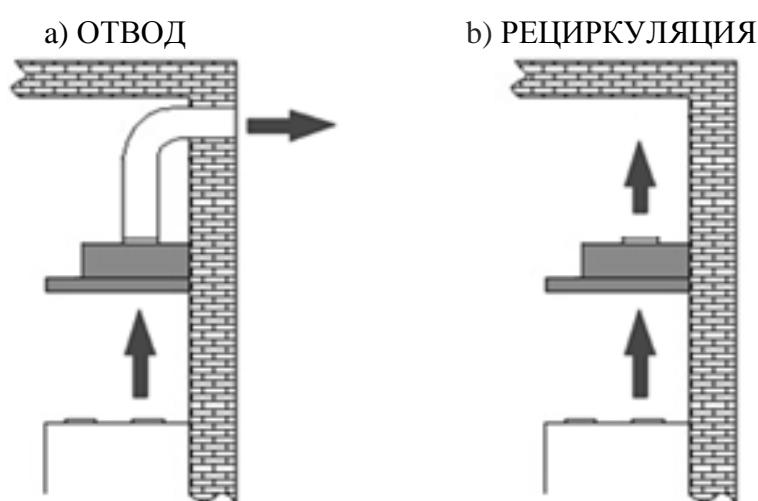

Рис. 7
1) Отвода (рис. 7а) – воздух удаляется из помещения через соединение вытяжки с вентиляционным каналом жестким пластиковым воздуховодом или гофрированным шлангом диаметром 120 мм. И, таким образом, все кухонные испарения, запахи, гарь и копоть, проходя через многоразовые алюминиевые жироулавливающие фильтры, выводятся за пределы помещения. При данном режиме работы нет необходимости устанавливать угольные фильтры. Режим отвода является наиболее эффективным, поскольку вытяжка удаляет все кухонные испарения за пределы кухни в вентиляционную шахту.
- 2) Рециркуляции (рис. 7б) – внутренняя циркуляция воздуха через угольный фильтр (рис. 8). Вытяжка в данном случае не подключается к вентиляционной шахте и, таким образом, воздух просто прогоняется через вытяжку внутри кухни.